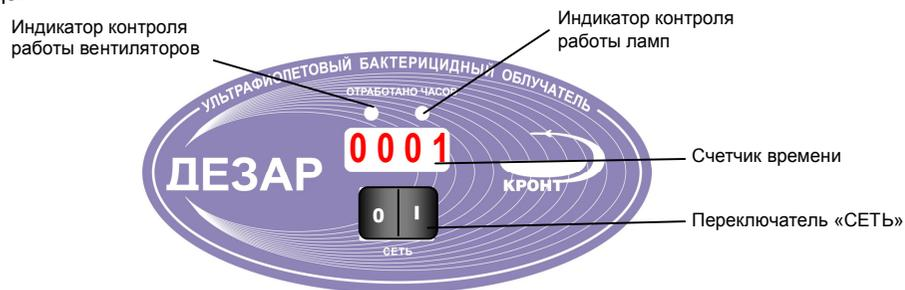

Рис.1
5.6. Переключатель «СЕТЬ» расположен на лицевой панели крышки (рис.1).
5.7. Световые индикаторы (рис.1), расположенные на панели управления, контролируют поступление напряжения питания на лампы и вентиляторы, сигнализируют о выходе из строя ламп, предохранителя цепи вентиляторов. При отсутствии напряжения индикатор гаснет.
- Для обнуления счетчика нажать кнопку «СБРОС» (рис.1), расположенную на внутренней поверхности крышки рециркулятора на плате индикации, и удерживать ее (данная процедура предотвращает сброс показаний счетчика при случайном нажатии кнопки «СБРОС»).